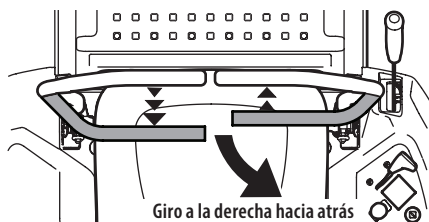

Figura 27
- Para girar a la derecha mientras se desplaza marcha atrás, mueva la palanca de control del lado derecho hacia adelante respecto de la palanca de control de la transmisión izquierda (Figura 27).